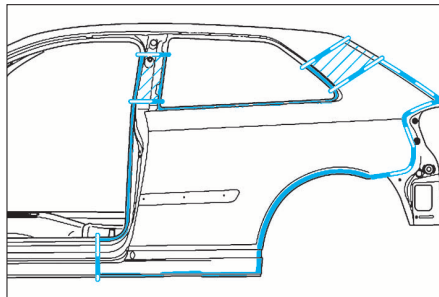

FIG. 27
- Découper grossièrement le panneau latéral (Fig.27).